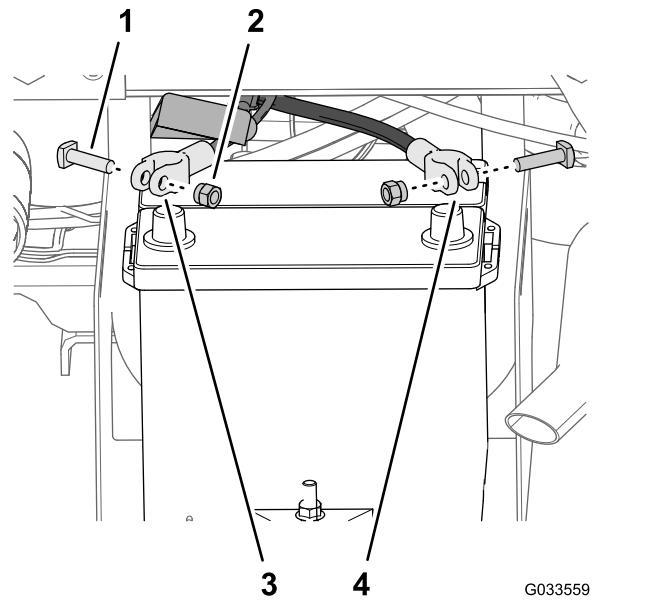

Рисунок 27
1. Выверните гайки и Т-образные болты зажимов положительного и отрицательного кабелей аккумулятора (Рисунок 27).